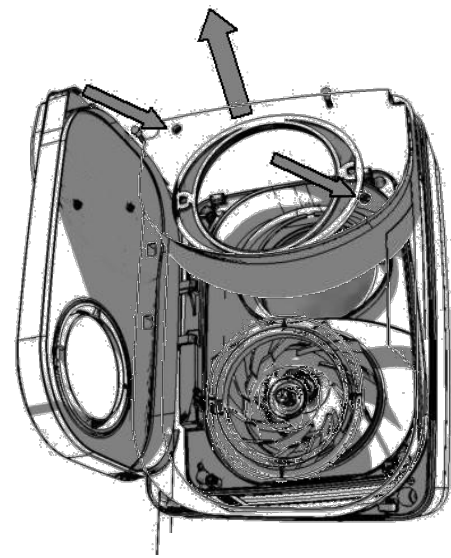

Fig.10
8) Verwijder de schroeven en de schroefbevestigingskit van de warmtewisselaar (Fig. 10).